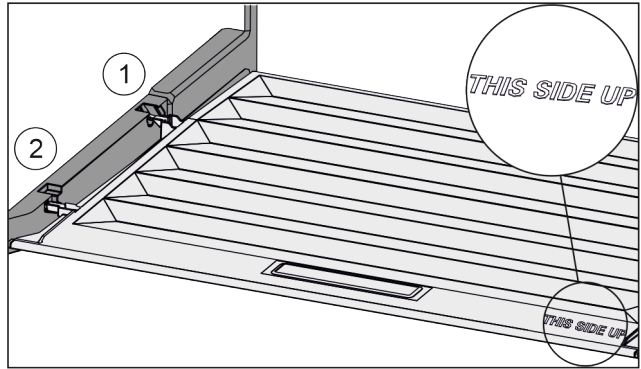

Fig. 139
- Kapak çıkıntıları arka tutucunun Fig. 139 (1) açıklığı üzerinden içeri sokun ve öndeki tutucuya Fig. 139 (2) oturtun.